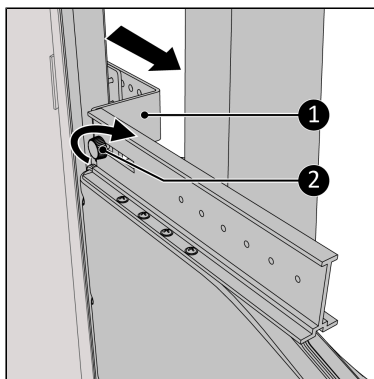

Abbildung 133.
9. Ziehen Sie die Halterung so weit wie möglich zu sich heran (Abbildung 133, Pos. 1) sodass diese richtig klemmt.
10. Ziehen Sie die Schraubkappe (Abbildung 133, Pos. 2) fest.